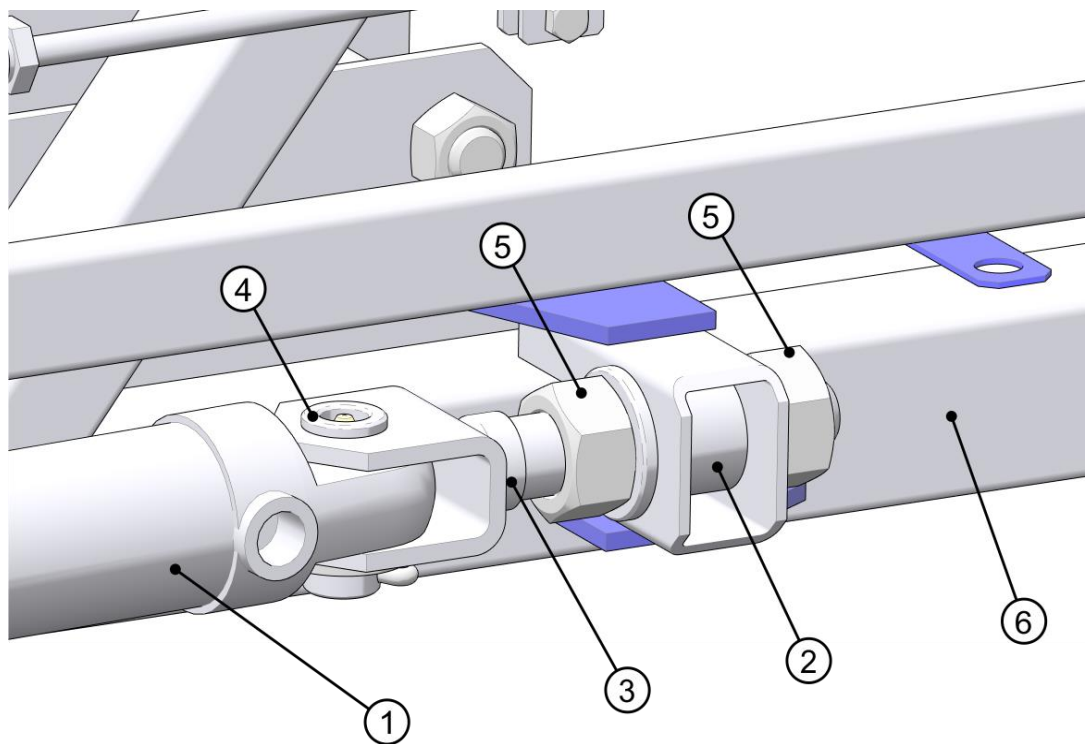

Рис. 8. Элементы регулировки гидроцилиндра складывания штанги.
см. обозначения на гидравлической схеме (рис. 8).
- а) Установить рукоятки трехходовых кранов 2 и 3 (рис. 8) в положение «Промывка системы».
- в) Установить рукоятки трехходовых кранов 2 и 3 (рис. 8) в положение «Самозаправка водой».
Регулировка предназначена обеспечить параллельность центральной и промежуточной секций при полностью выдвинутом штоке гидроцилиндра и их перпендикулярность при полностью втянутом штоке. Регулировка осуществляется перемещением регулировочной оси 3 (Рис. 8) посредством гаек 5 относительно кронштейна 2.